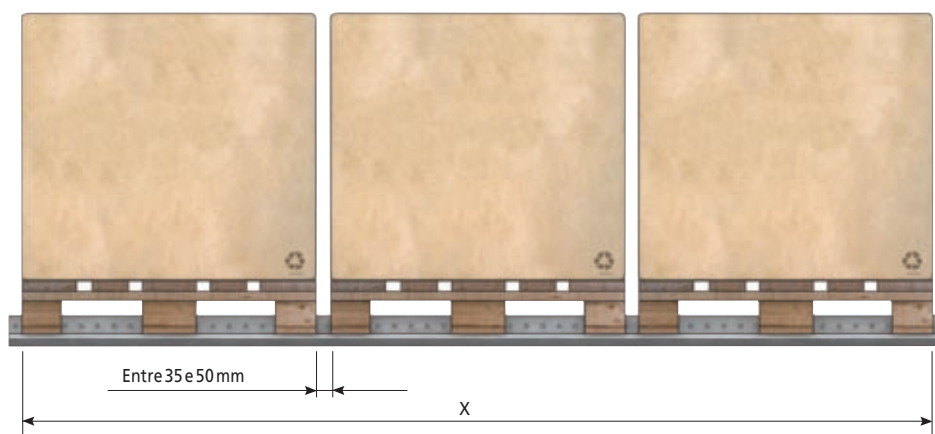

Figura 5
- X: Soma da profundidade de todos os paletes (tem de se ter em conta a medida da carga se esta sobressair), mais uma folga por posicionamento, que varia de 35 a 50 mm por palete, dependendo do número de paletes (quanto maior o número menor é a folga considerada) (figura 5).
Para as folgas de profundidade deverá utilizar-se o mesmo critério adaptado para a viga GP7 (figura 5).